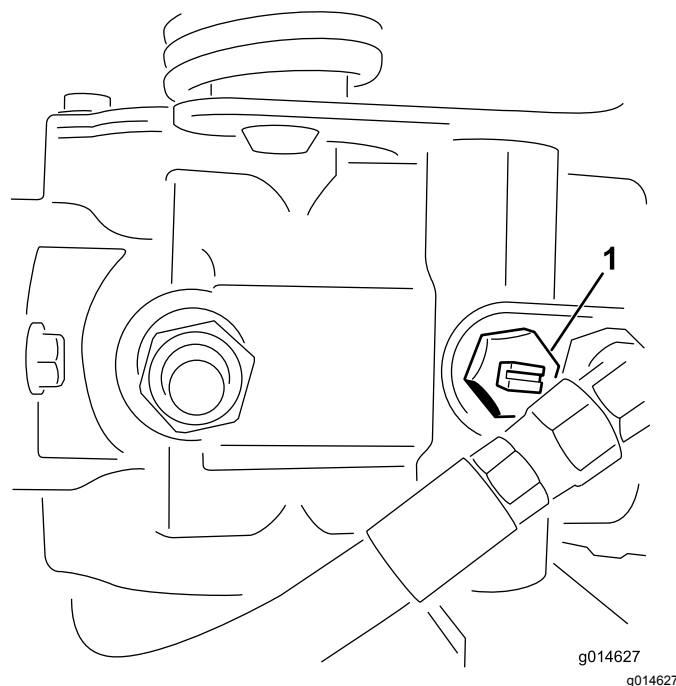

Figure 42
- Localisez la vanne de dérivation sur la pompe et tournez-la jusqu'à ce que la fente soit verticale (Figure 42).
- Avant de mettre le moteur en marche, fermez la vanne de dérivation (fente horizontale) (Figure 42). Ne mettez pas le moteur en marche quand la vanne est ouverte.